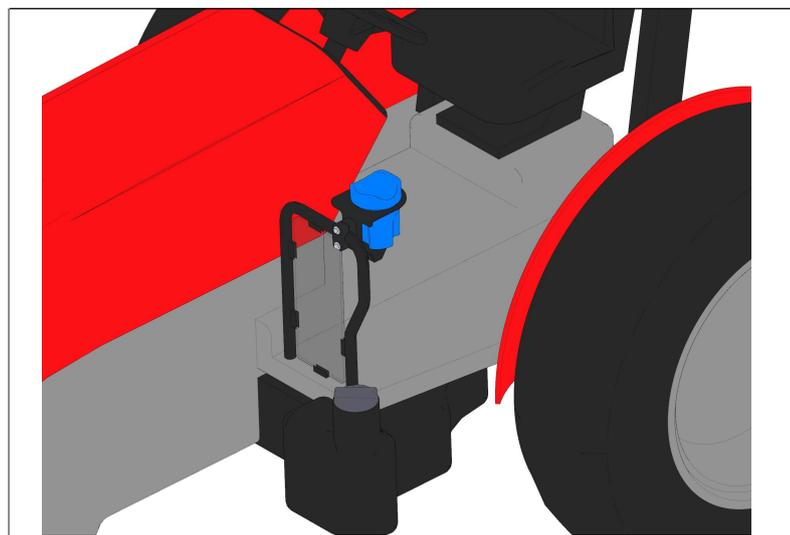

Fig. 3
3. Pour l'utilisation de contenants de boisson plus petits, installer le porte-gobelet en caoutchouc fourni à l'intérieur du support du porte-gobelet, comme illustré à la figure 3